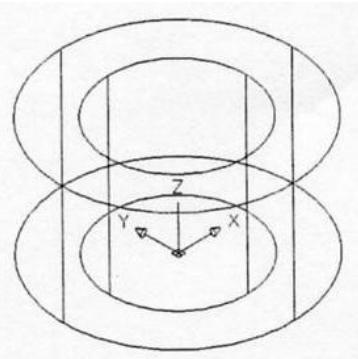

图 11-31 差集结果
3、单击【差集】按钮 ，命令行提示如下。效果如图 11-31 所示。